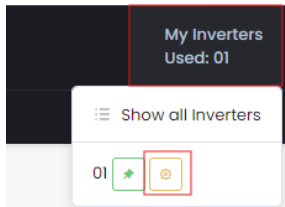

Fig. 1
- 2 Vælg din inverter fra inverterlisten, og klik på indstillingsikonet (Fig 1.)